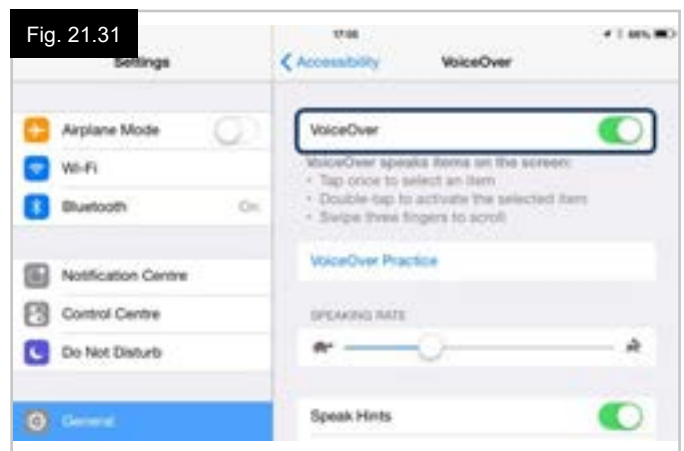

Fig. 21.31
- Fra Settings (Innstillinger)-menyen på iDevice-enheten, velg General > Accessibility (Generelt > Tilgang), og still Voice Over (Talekommando) til «On» («På») (Fig. 21.31).